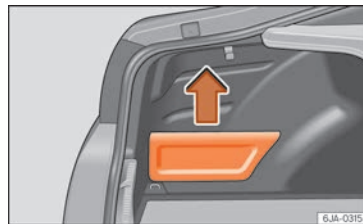

Fig. 159 Maletero: portaobjetos.
– Agarre la tapa de su lado superior y sáque-la en el sentido de la flecha »» fig. 159.